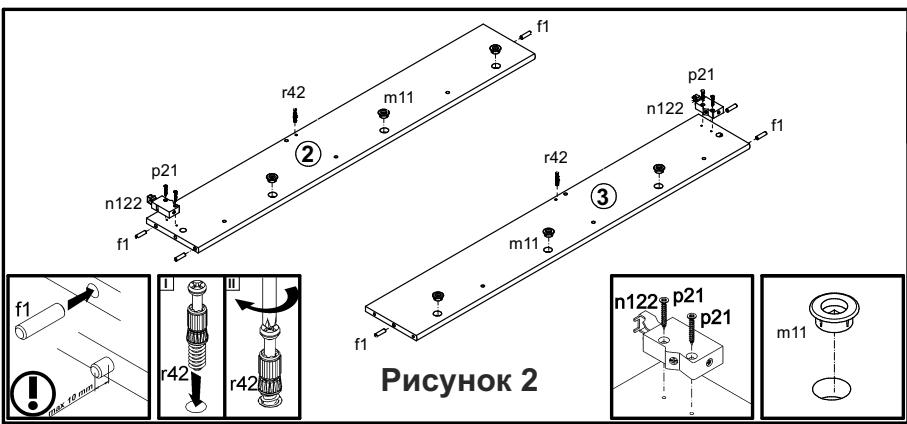

Рисунок 2
4. В отверстия **Ø20 мм** на внутренних поверхностях стенок боковых 2, 3 вкрутить шайбу петли откидной **m11**, как показано на **рис. 2**.
6. В отверстия **Ø3 мм** (кернения) на внутренних поверхностях стенок боковых 2, 3 закрепить кронштейны для навешивания **n122** шурупами **p21** (см. рис. 2).